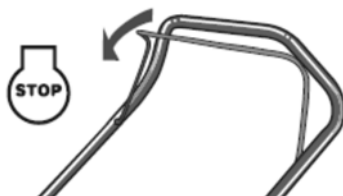

Fig.4
1. Eliberati manerul de control al franei (1) pentru a opri motorul si lama (Fig. 4).